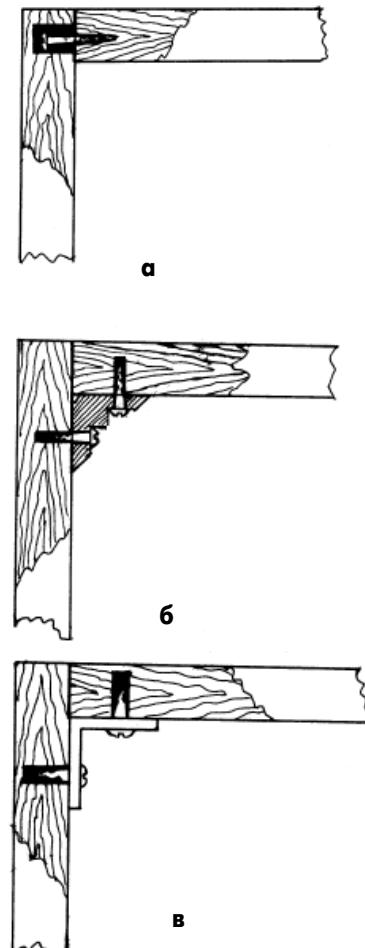
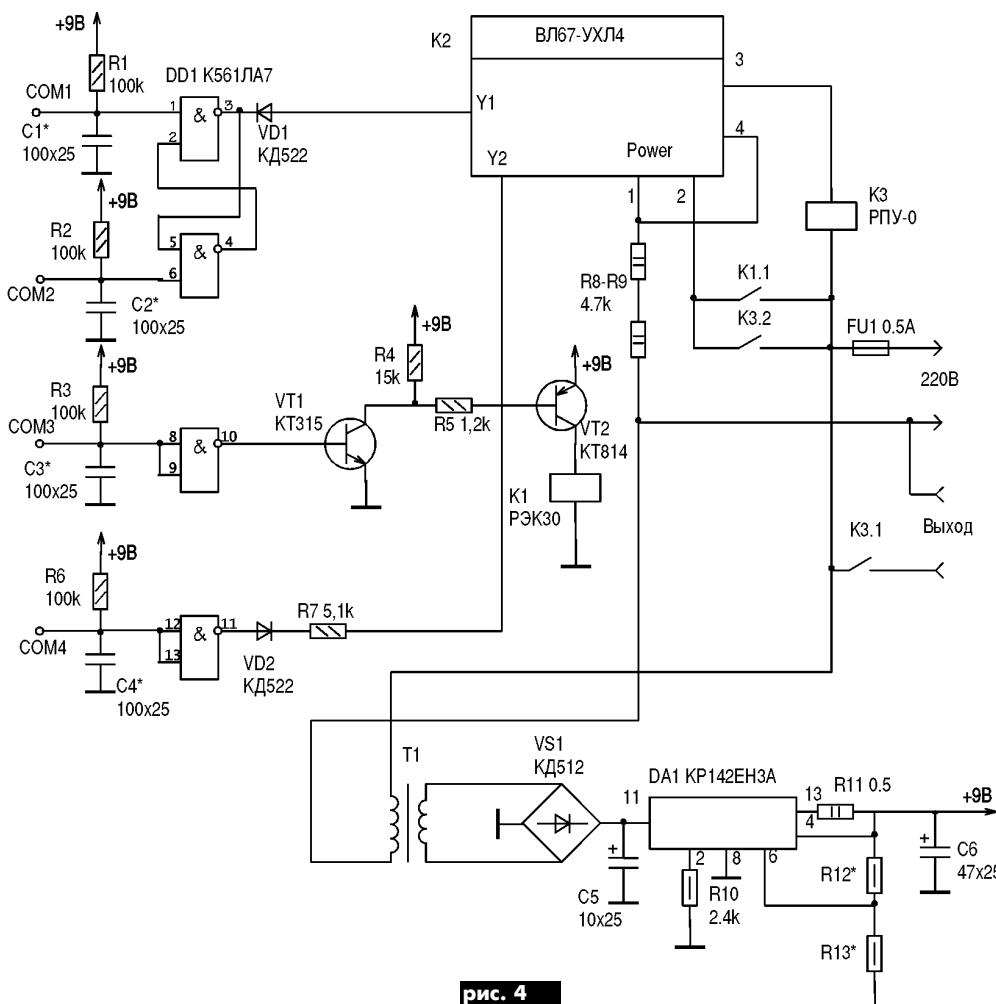
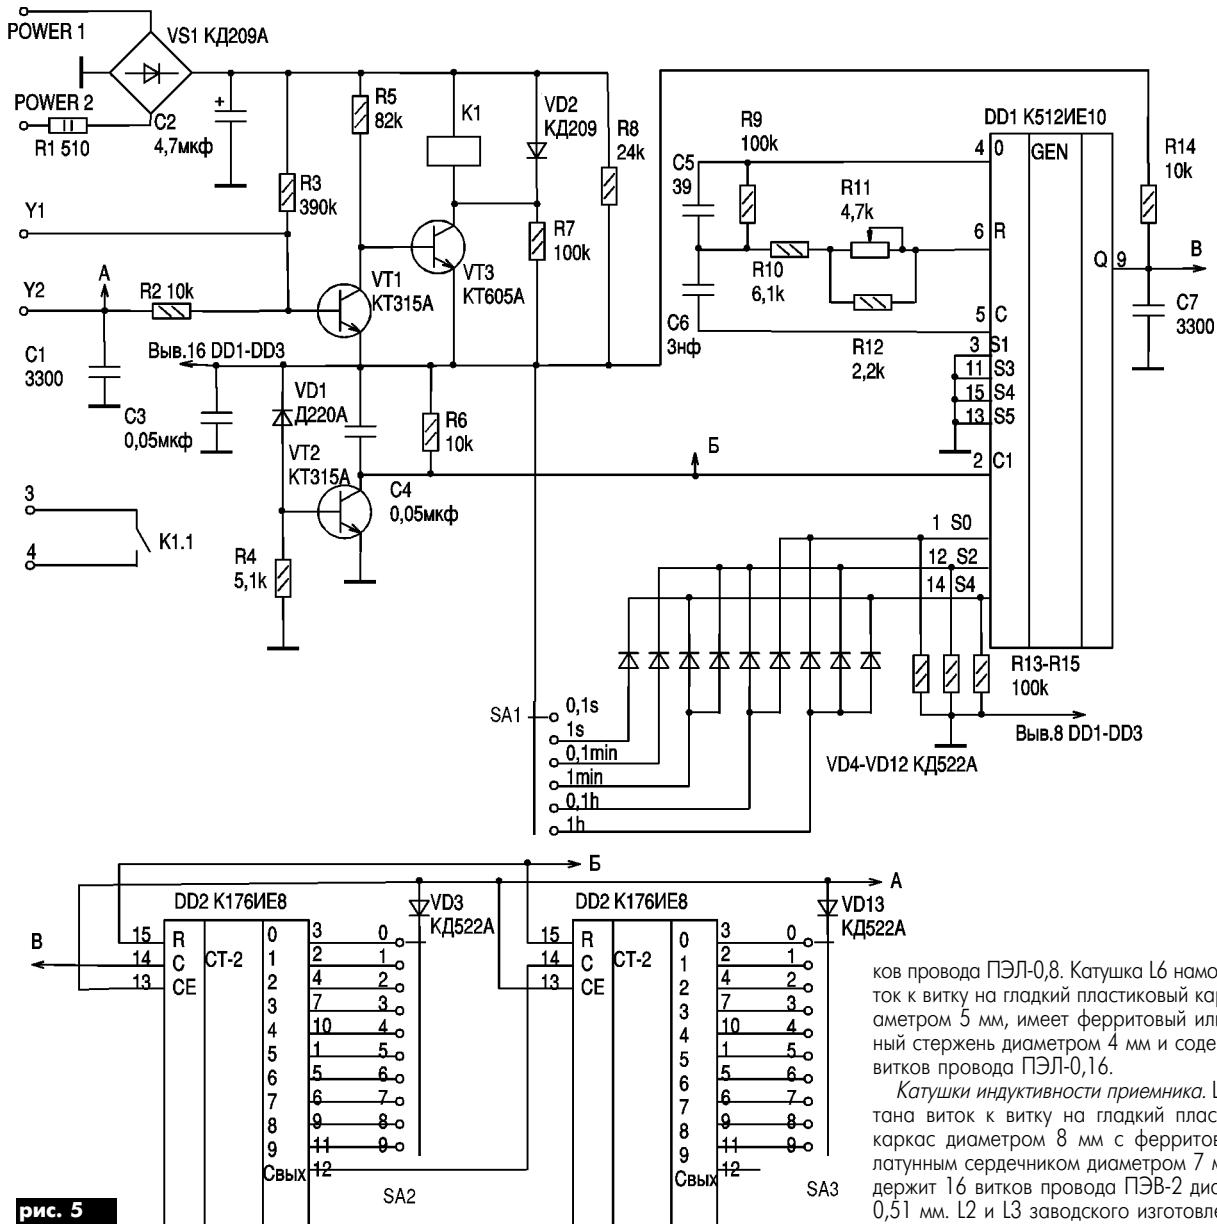

Рис.3
рис. 4
рис. 5
Определенную трудность вызывает соединение деталей из древесностружечной плиты (ДСП). Этот материал очень хрупкий и крошится на кромках. Для типовых соединений он не пригоден. Для крепления соединений из ДСП необходимо применять дополнительные детали из древесины или металла. На рис.3 показаны способы соединений изделий из ДСП.
1. Удобен для изготовления корпусов и позволяет получить неразборное довольно прочное и герметичное соединение. В торец одной из соединяемых деталей ввинчивают шуруп или саморез, предварительно просверлив глухие отверстия диаметром на 1...1,5 мм меньше диаметра шурупа или самореза. Далее этот шуруп или саморез вкручивают в это отверстие, смазав резьбу эпоксидной смолой. Во второй детали сверлят отверстия в соответствующих местах. Диаметр и глубина отверстий должны быть такими, чтобы шурупы (саморезы), ввинченные в первую деталь, входили в эти отверстия. Далее отверстия необходимо заполнить эпоксидной смолой, смазать соединяемые детали эпоксидной смолой и хорошо сжать их любым способом. Лишний эпоксидный клей необходимо удалить, пока он не засох. Сжатые детали нужно выдержать в таком состоянии в течение суток (рис.3,а).
2. Делают треугольный (прямоугольный) брускок и также закрепляют с помощью шурупов (саморезов) с эпоксидной смолой (рис.3,б).
3. Детали скрепляют с помощью эпоксидной смолы, металлического уголка и шурупов или саморезов по дереву (рис.3,в).
При поступлении сигнала на схему блока управления исполнительным устройством (рис.4) происходит преобразование сигнала в зависимости от требованияния реле времени (типа ВЛ67-УХЛ4) с некоторыми авторскими доработками (рис.5). Приемник питается от стабилизированного источника питания, который выполнен на ИМС DA1 типа KP142EH3A (рис.4). Использование этой микросхемы обеспечивает стабилизированное напряжение, тепловую и токовую защиту устройства.
Настройка приемника. В целях личной безопасности необходимо отключить высоковольтную часть прибора и отсоединить командные проводники COM1-COM4 (рис.4). Сердечником катушки L1 (рис.3) настраивают величину выходного сигнала на минусовой обкладке конденсатора C15 на максимум (передатчик удален от приемника на 5...8 м). Приемник и передатчик должны иметь разные источники питания во избежание помех, создаваемых передатчиком по цепи питания. После этого настраивают дешифратор: резистором R16 устанавливают на выводе 11 микросхемы DD2 частоту около 450 Гц и проверяют работу счетчика (отсоединить цифровой вход 14 дешифратора от коллектора транзистора VT5 и присоединить его к выходу 6 микросхемы DD2). При помощи резистора R16 добиваются бесперебойного сигнала на выходе 2 микросхемы DD3 передатчика. Настройку повторяют, подсоединив цифровой вход (вывод 16) дешифратора к выводу 3 микросхемы DD2 передатчика, добиваются появления устойчивого сигнала на выводе 2 микросхемы DD3 приемника.
После того, как была завершена работа по настройке шифратора, передатчика, приемника и дешифратора, приступают к настройке высоковольтной части прибора. Присоединив к дешифратору командные проводники устройства прибора (COM1-COM4), проверяют срабатывание реле K1 (рис.4). При подаче ко-
В случае если не удается подобрать реле времени указанного типа, то его можно собрать по схеме, показанной на рис.5. Настройка такого реле времени сводится к установке тактовой частоты генератора, равной 20480 Гц (минимальный коэффициент деления микросхемы DD1 равен 8).
Настройка блока питания (рис.4) сводится к подбору резисторов R11 и R12 так, чтобы выходное напряжение блока питания было равно 9 В с учетом того, что выполняется соотношение: $R1+R2=5,1 \text{ к}\Omega$.